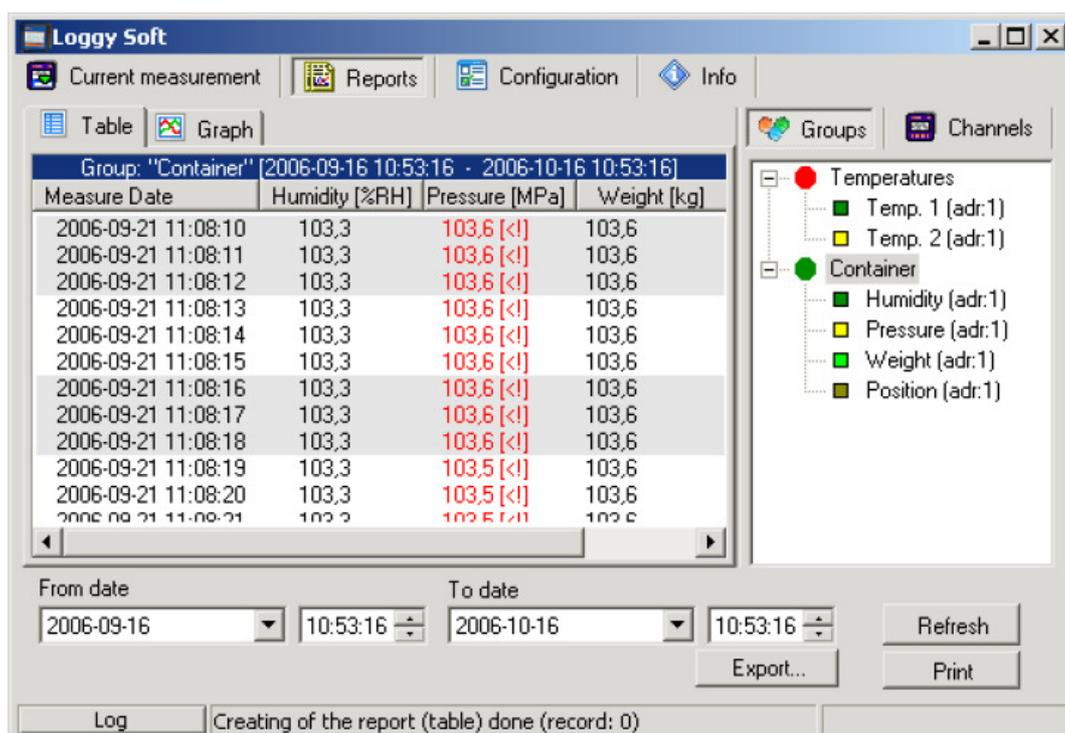

Abb. 3.3 Menü Berichte - Untermenü Tabelle
Das Untermenü **Tabelle**(Abb. 3.3) ermöglicht die Ausgabe von Messergebnissen eines Kanals oder einer Gruppe von Kanälen in Form einer Tabelle. Diese Daten können auch in Form einer Textdatei exportiert werden, um sie anschließend über eine Tabellenkalkulation auszuwerten.
- Betätigen Sie die Taste **[Gruppen]** bzw. **[Kanäle]**(Abb. 3.3)